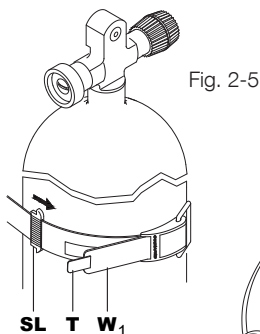
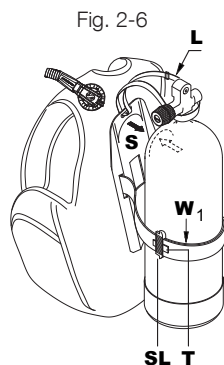

Fig. 2-5
Fig. 2-6
2. Als de BC een harde achterplaat heeft, plaatst u de holte (S) van de achterplaat op de schouder van de tank (Fig. 2-6) en bevestigt u vervolgens de riem (Fig. 2-5 en 2-7) van de snelspanriem (W1) rond de tank.
- Sluit de sluiting (C) (Fig. 2 – 7). Als de riem te strak of te los zit, opent u de klittenbandsluiting en de gesp om de lengte van de riem (Fig. 2-5) van de snelspanriem (W1) opnieuw af te stellen. Schuif voor extra veiligheid de lus (SL) (Fig. 2-5) rond het uiteinde van de band (T). Bij BC 's met een harde achterplaat, waarbij de tank op de BC is gemonteerd, kunt u de hele unit optillen met behulp van de handgreep die in de achterplaat is geïntegreerd. Schud het apparaat om er zeker van te zijn dat de tank goed vastzit.